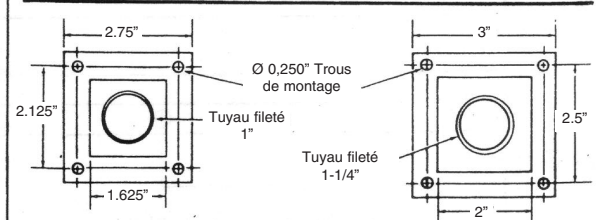

Figure 4b. Détails de pied
6. Percez des trous dans le sol (Figure 4b.) et installez des inserts filetés, ou l'équivalent pour des boulons de montage de 1/4" (inserts et écrous à fournir par l'installateur).